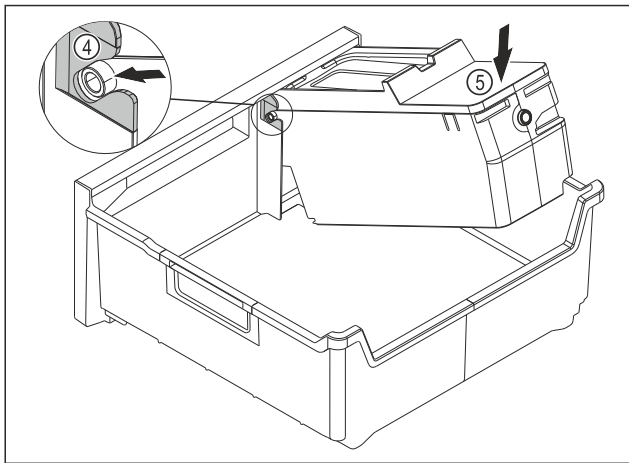

Fig. 140
- ▶ EasyTwist-Ice-corpus monteren: Assen van de EasyTwist-Ice-corpus in de geleidingen Fig. 140 (4) schuiven.
- ▶ EasyTwist-Ice-corpus Fig. 140 (5) achter omlaag drukken.